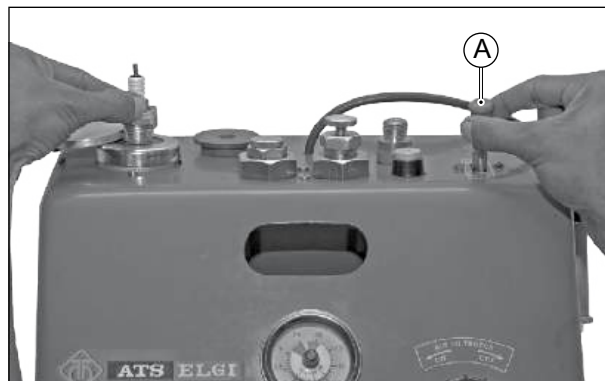

Fig. 2.18
- Certifique-se de que a máquina esteja devidamente ligada na energia elétrica e com fornecimento adequado de ar comprimido. Fixe a vela de ignição na máquina, conforme mostrado na figura. (Fig. 2.18)
- Inicie o jato de areia (abrasivo), movendo a alavanca (A) em direção ao modo de jato de areia com uma mão, enquanto gira a vela de ignição com a outra mão. (Fig. 2.18)
- A seguir, sopre o ar movendo a alavanca (A) para o modo de jato de ar. Isso removerá qualquer partícula de areia presa na vela. (Fig. 2.18)